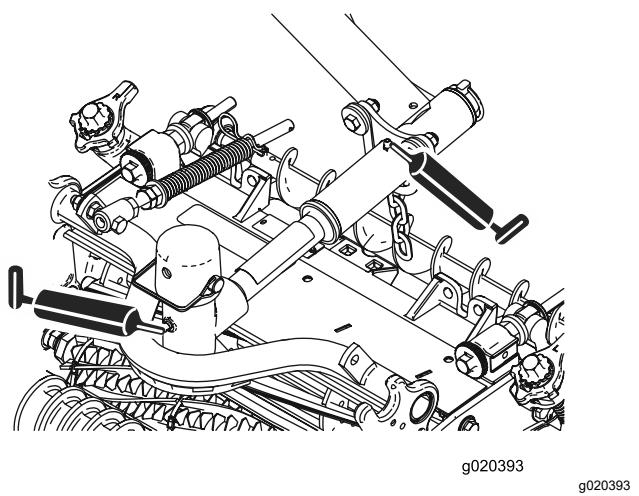

Figura 44
- Perni dell'apparato di taglio (2 cad.); fate riferimento alla Figura 44.